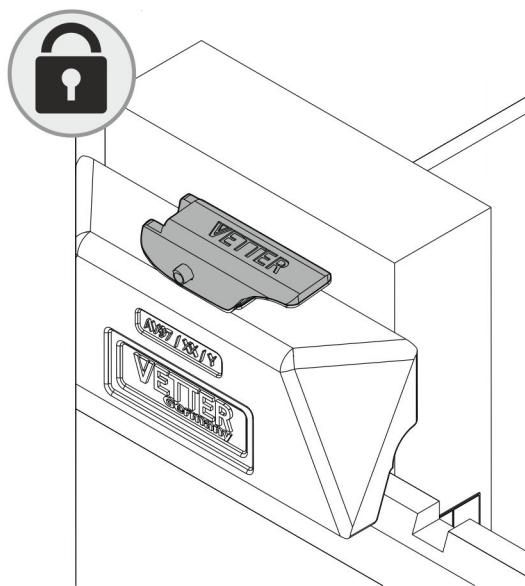

Abb. 15: Arretierung geschlossen
5. ➔ ManuTel® G2 durch Schließen des Arretierungshebels innerhalb der Arretierungs nut verriegeln (Abb. 15).